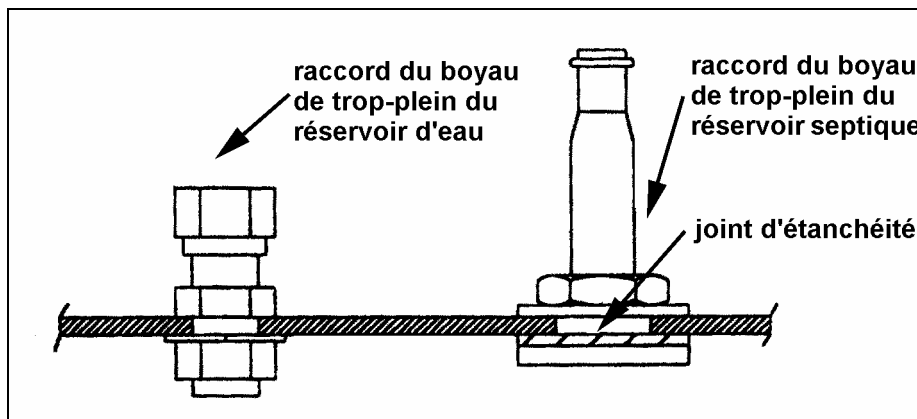

FIGURE 11 : DÉTAIL DU RÉSERVOIR SEPTIQUE AUXILIAIRE
15. Enlever le raccord du boyau de trop-plein du réservoir septique ainsi que celui du boyau de trop-plein du réservoir d'eau (figure 11).
19. Réinstaller le raccord du boyau de trop-plein du réservoir septique ainsi que celui du réservoir d'eau sur le nouveau réservoir septique auxiliaire (figure 11).